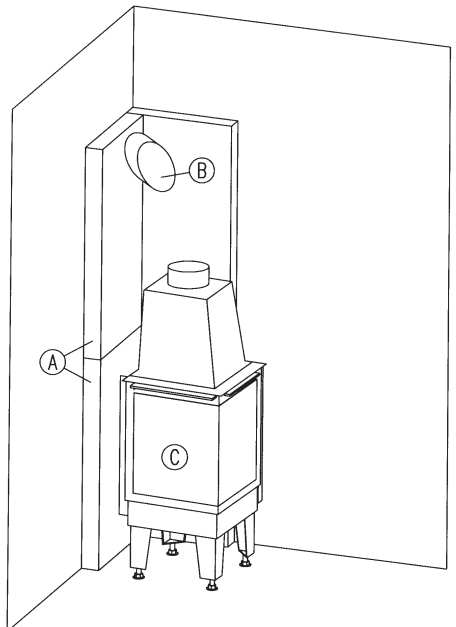

Abb. 2
4.3 Richten Sie die Radiante jetzt auf und stellen Sie diese an die vorgesehene Position. Prüfen Sie mit einer Wasserwaage, ob die Feuerraumtüre des Heizeinsatzes senkrecht steht. (**Abb. 2**)